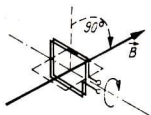

Bild 47
- 8.30 Eine flache Spule, deren Flächennormale zunächst parallel zum Flußdichtevektor eines Magnetfeldes steht, wird in dem im Bild 47 dargestellten Drehsinn um  $90^\circ$  gekippt. Geben Sie die Polung der Induktionsspannung an den Spulenklammern an und überprüfen Sie, ob sich die Polung beim Wechsel des Drehsinns ändert.